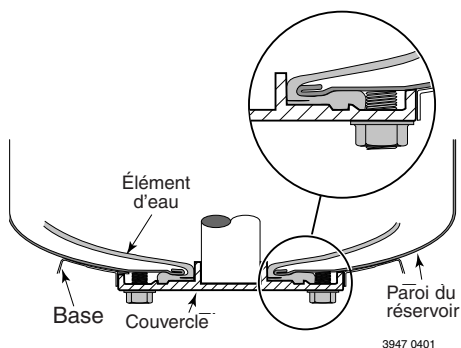

Figure 5 – Diaphragme bien posé et reposant bien
11. Nettoyer la surface d'étanchéité et la gorge du couvercle; poser le couvercle sur le réservoir (voir la Figure 5). S'assurer de récupérer la base avec la bride (les pattes de la base s'adaptent dans les encoches de la bride).